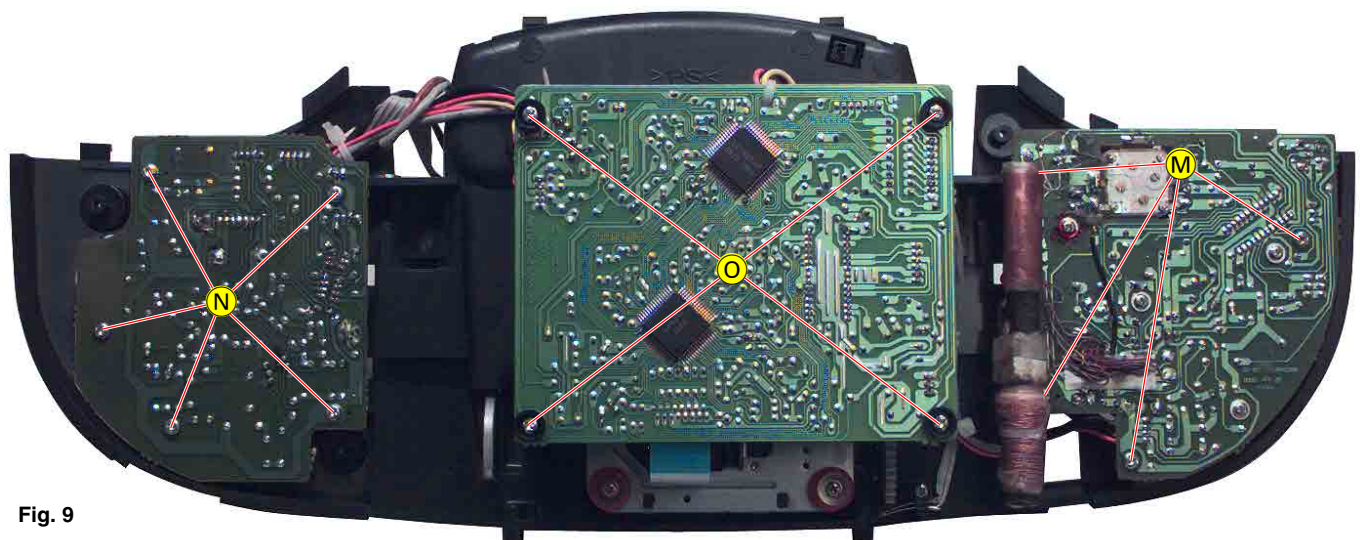

Fig. 9
- 4 Schrauben (M) (Fig. 9) heraus-schrauben.
- 5 Schrauben (N) (Fig. 9) heraus-schrauben.
- Undo 4 screws (M) (Fig. 9).
- Undo 5 screws (N) (Fig. 9).
- 4 Schrauben (⊙) (Fig. 9) herausschrauben.
- Undo 4 screws (⊙) (Fig. 9).